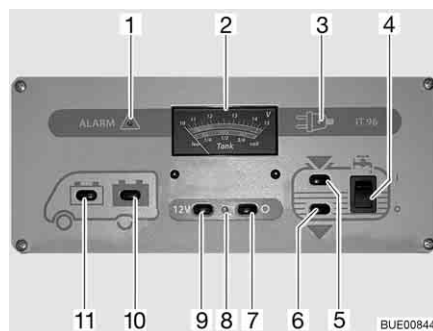

Bild 135 Panel IT 96-2
Der 12-V-Hauptschalter (Bild 135,7 und 9) schaltet das Panel und die 12-V-Versorgung des Wohnraums ein und aus.
Einschalten: ■ Schalter (Bild 135,9) drücken "12 V": Die 12-V-Versorgung des Wohnraums ist eingeschaltet. Die Kontroll-Leuchte (Bild 135,8) leuchtet grün.
Ausschalten: ■ Schalter (Bild 135,7) drücken "O": Die 12-V-Versorgung des Wohnraums ist ausgeschaltet. Die Kontroll-Leuchte (Bild 135,8) erlischt.
Beim Anzeigeeinstrument V/Tank (Bild 135,2) die obere Skala beachten. Das Anzeigeeinstrument wird automatisch beleuchtet, sobald ein Schalter gedrückt wird.
- Schalter (Bild 135,11) drücken "☰": Die Batteriespannung der Starterbatterie wird angezeigt.
- Schalter (Bild 135,10) drücken "☷": Die Batteriespannung der Wohnraumbatterie wird angezeigt.
Beim Anzeigeeinstrument V/Tank (Bild 135,2) die untere Skala beachten. Das Anzeigeeinstrument wird automatisch beleuchtet, sobald ein Schalter gedrückt wird.
- Schalter (Bild 135,5) drücken "": Die Wassermenge wird angezeigt.
- Schalter (Bild 135,6) drücken "": Die Abwassermenge wird angezeigt.
- Wippschalter (Bild 135,4) oben drücken "I": Die Wasserversorgung ist eingeschaltet.
- Wippschalter (Bild 135,4) unten drücken "O": Die Wasserversorgung ist ausgeschaltet.
Die rote Warnleuchte "ALARM" (Bild 135,1) blinkt, sobald die Spannung der Wohnraumbatterie 11 V (Messung im laufenden Betrieb) unterschreitet und damit Tiefentladung droht.
Die 12-V-Kontroll-Leuchte (Bild 135,8) leuchtet, wenn der 12-V-Hauptschalter (Bild 135,9) eingeschaltet ist.
Die gelbe 230-V-Kontroll-Leuchte (Bild 135,3) leuchtet, wenn am Eingang des Elektroblocs Netzspannung vorhanden ist.